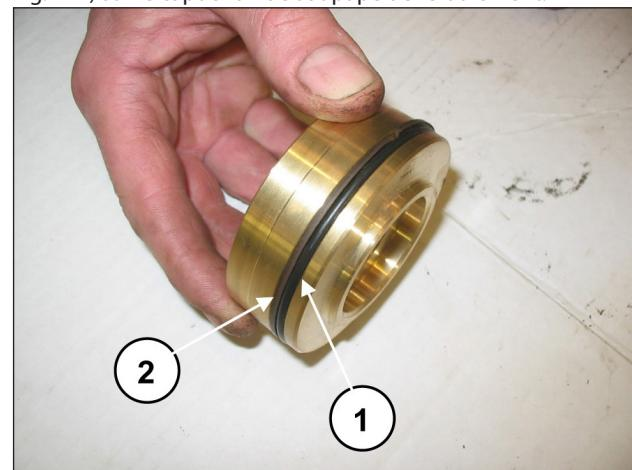

Fig. 127
Monter le joint torique, rep. vue éclatée n° 17 (rep. ①, Fig. 127) et la bague anti-extrusion, rep. vue éclatée n° 21 (rep. ②, Fig. 127) sur le capuchon de soupape de refoulement.